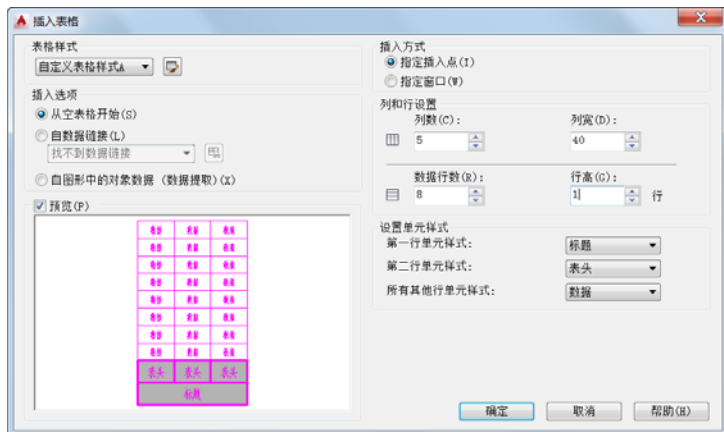

图 7-31 在“插入表格”对话框中设置相关的表格参数和选项
① 使用上一节（即 7.4 节）完成的范例，在功能区“默认”选项卡的“注释”面板中单击“表格”按钮 ，或者在功能区“注释”选项卡的“表格”面板中单击“表格”按钮 ，系统弹出“插入表格”对话框。
② 从“表格样式”选项组中确保选择“自定义表格样式 A”选项作为当前表格样式，在“插入选项”选项组中默认选择“从空表格开始”单选按钮，在“插入方式”选项组中选择“指定插入点”单选按钮，在“列和行设置”选项组中设置“列数”为“5”，“数据行数”为“8”，“列宽”为“40”，“行高”为“1”行，如图 7-31 所示。